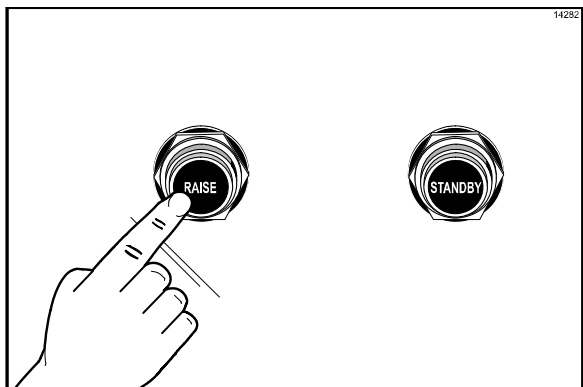

Figure 79
1. Lever la plaque supérieure en position OPEN (ouverte) en appuyant sur le bouton rouge RAISE (lever) (Cf. Figure 79).